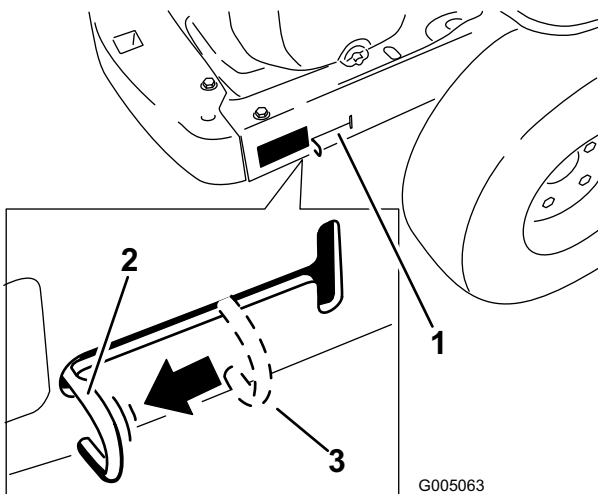

Figure 18
4. Déplacez les leviers de dérivation en arrière, puis abaissez-les pour les bloquer en place comme illustré à la Figure 18 et désengager les moteurs de roues. Répétez cette procédure de chaque côté de la machine.
Levez les leviers de dérivation et poussez-les en avant jusqu'au **centre** de la fente horizontale (Figure 18) pour engager les moteurs de roues.